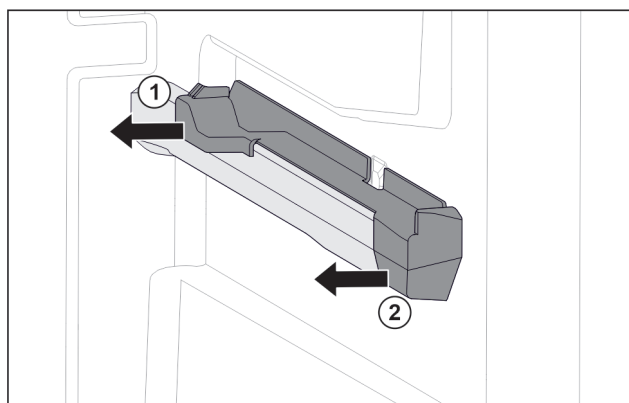

Fig. 41 Elemento inseribile sulla nervatura destra del contenitore
- ▶ Estrarre l'elemento inseribile dal lato posteriore di lato. Fig. 41 (1)
- ▶ Estrarre l'elemento inseribile dal lato anteriore di lato. Fig. 41 (2)